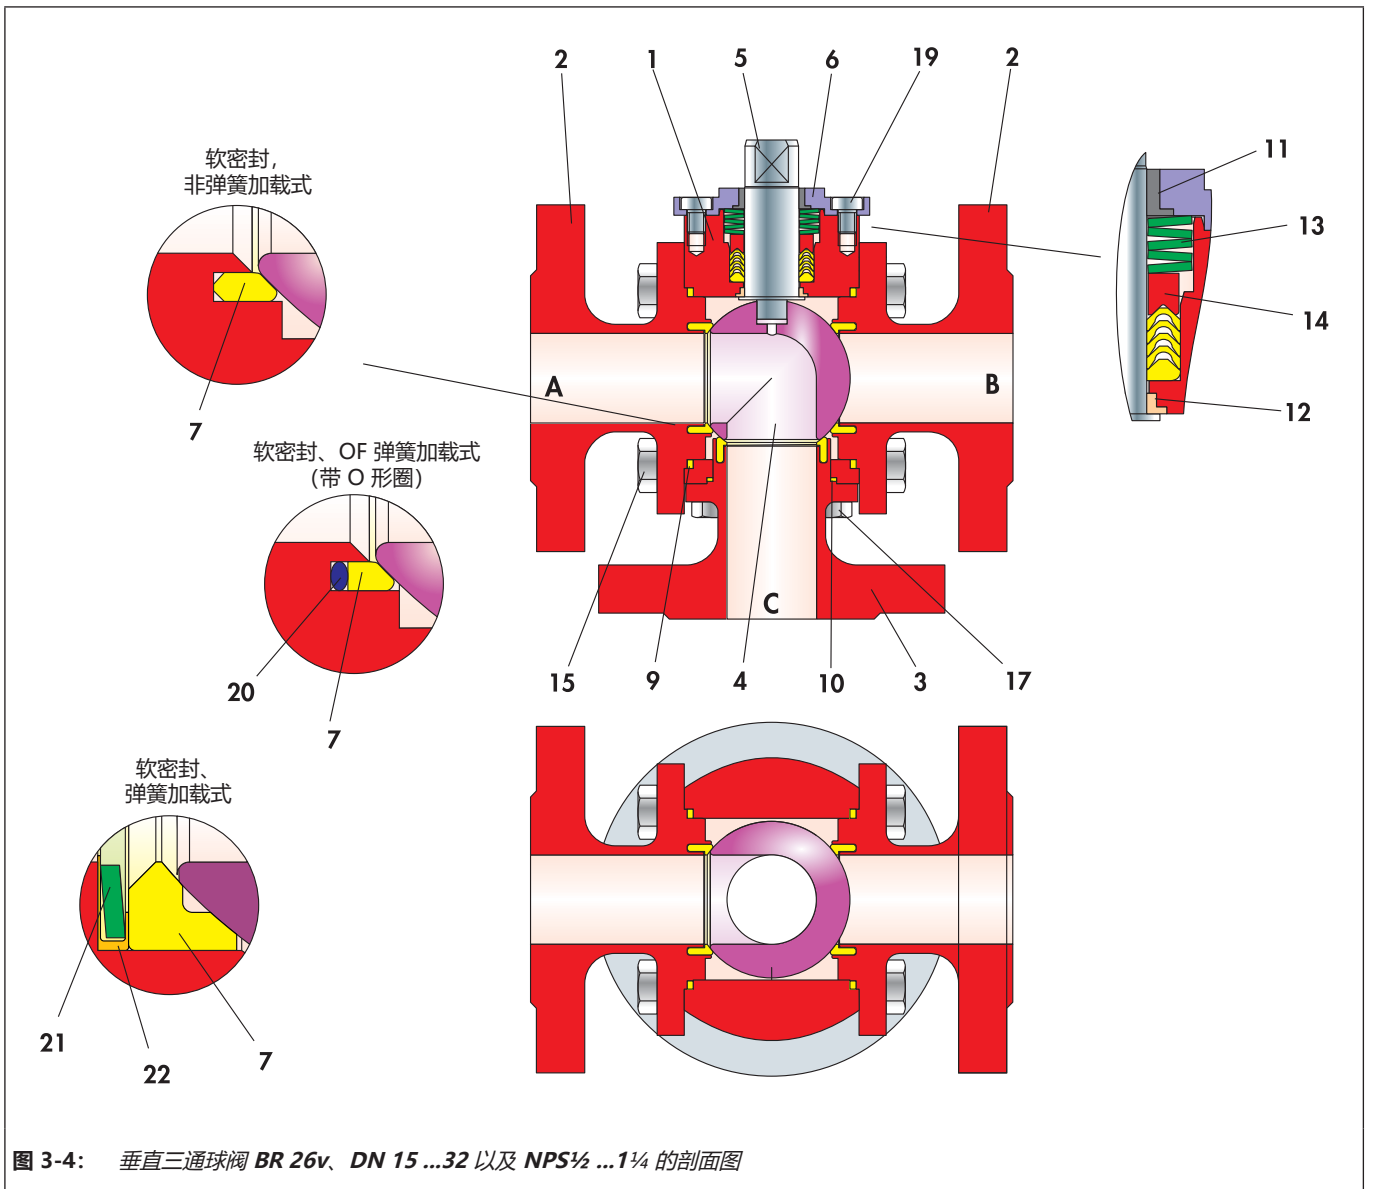

图 3-4: 垂直三通球阀 BR 26v、DN 15 ...32 以及 NPS½ ...1¼ 的剖面图
- 根据具体型号，可使用带有螺母 (16) 或螺钉 (15) 的双头螺栓 (15)。
- ⇒ 将轴承套 (12) 按入主阀体 (1) 中的合适位置。
- ⇒ 推动控制轴 (5) 经过已安装的轴承套 (12) 进入主阀体。确保控制轴可移动。
- ⇒ 轻微旋转 V 形环填料 (14)，以便更轻松地将推过所安装的控制轴 (5)，并将其插入主阀体 (1) 中的合适填料位置。有关 V 形环的排布，请参见图 3-4。
- ⇒ 将盘簧 (13) 放在填料上。有关盘簧排布，请参见图 3-4。
- ⇒ 将轴承套 (11) 压入填料箱法兰 (6)。
- ⇒ 将填料箱法兰 (6) 穿过控制轴 (5) 放到主阀体 (1) 上。
- ⇒ 轻轻润滑螺钉 (19)。
- ⇒ 用螺钉 (19) 调整填料箱法兰。